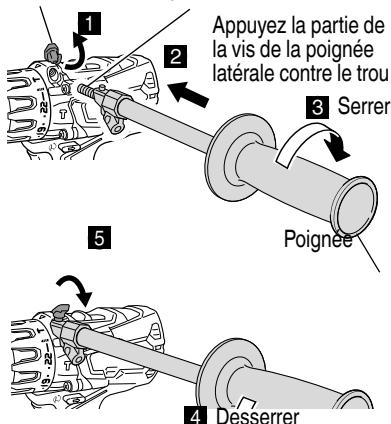

Fig. 12
- Installation/retrait de la poignée latérale. (Fig. 12)